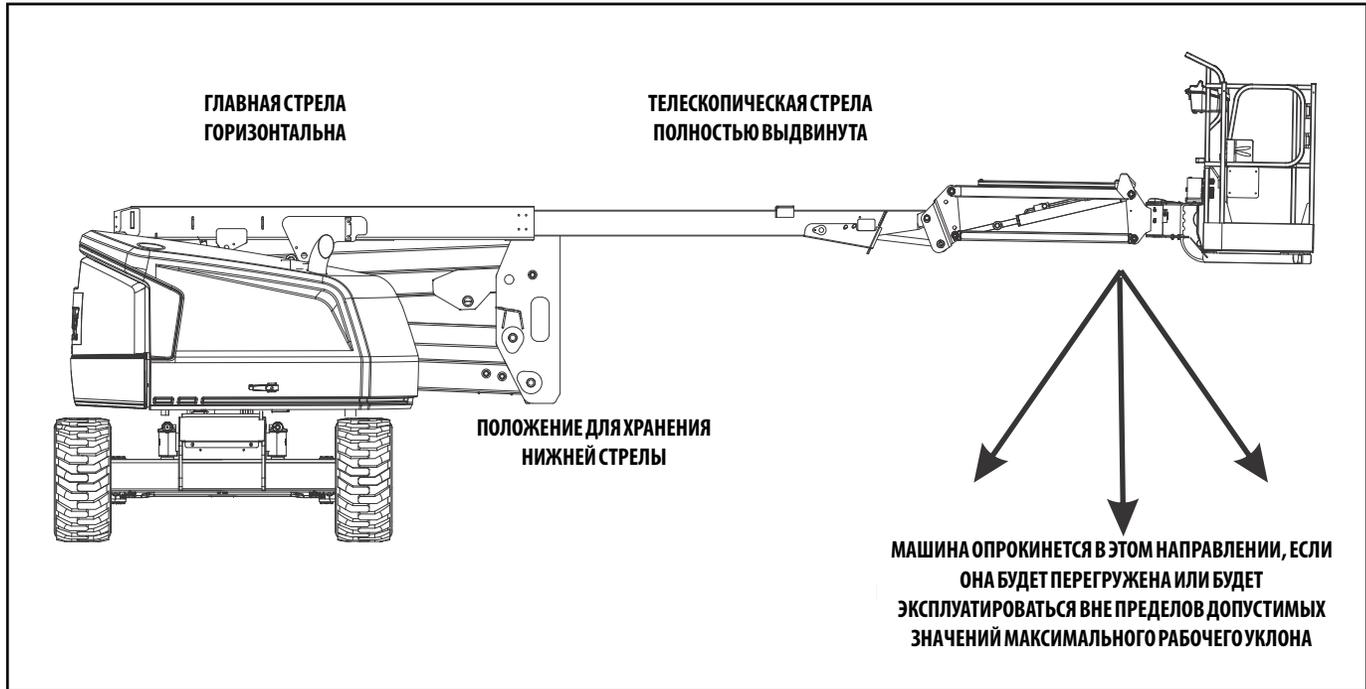
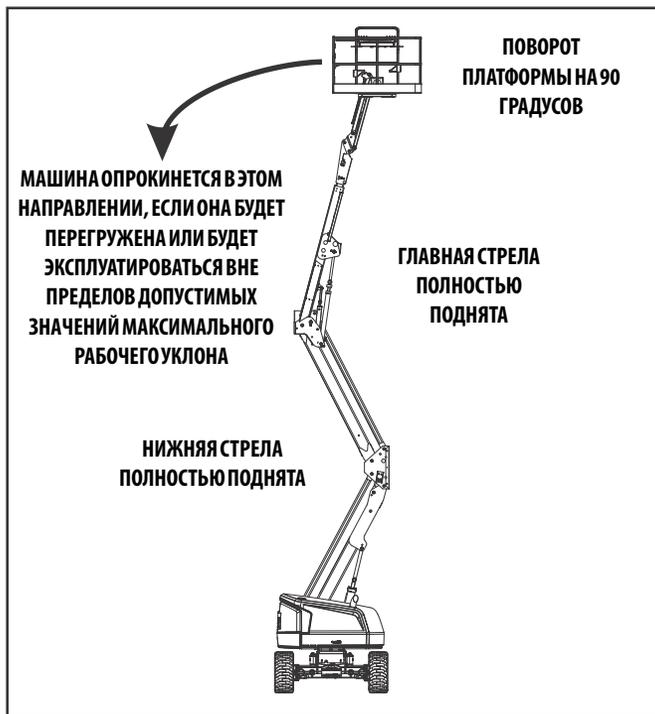

Рис. 4-1. Положение минимальной устойчивости против опрокидывания вперед
Рис. 4-2. Положение минимальной устойчивости против опрокидывания назад
Устойчивость машины определяется двумя (2) параметрами, которые называют устойчивостью к опрокидыванию ВПЕРЕД и НАЗАД. Положение машины с минимальной устойчивостью к опрокидыванию ВПЕРЕД показано на Рис. 4-1., а положение машины с минимальной устойчивостью к опрокидыванию НАЗАД показано на Рис. 4-2.